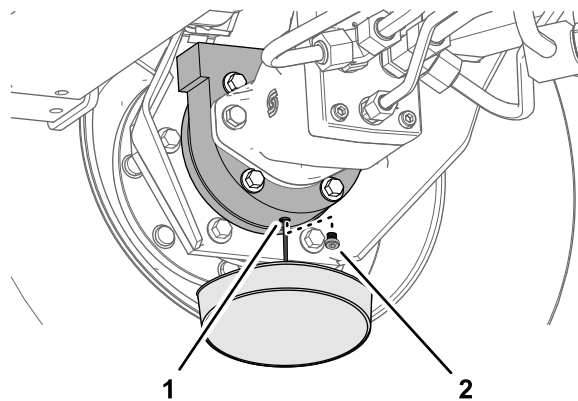

Рисунок 63
6. Подставьте сливной поддон под корпус тормоза, снимите пробку сливного отверстия и дайте маслу полностью стечь (Рисунок 63).